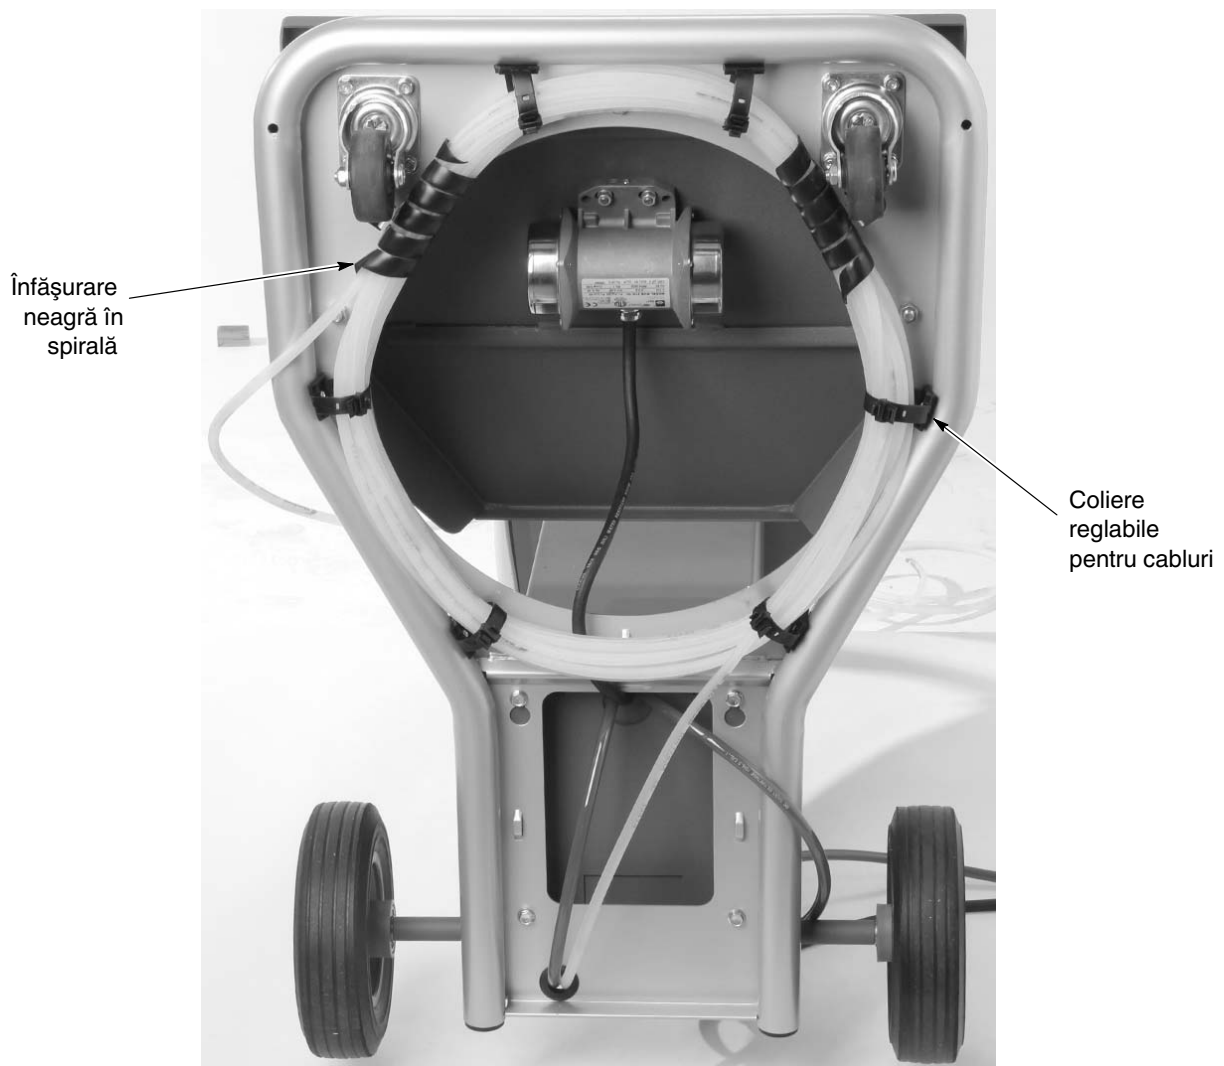

Figura 3-6 Prinderea în mănunchi a tubulaturii (prezentată cu sistemul mobil)
**NOTĂ:** Vezi Figura 3-6. Lungimea minimă a furtunului de pulbere este de 60 ft.
Vezi Figura 3-6. Folosiți secțiunile de înfășurare neagră în spirală furnizate cu sistemul pentru a lega în mănunchi cablul pistolului de aer, tubulatura de aer și furtunul pentru pulbere.